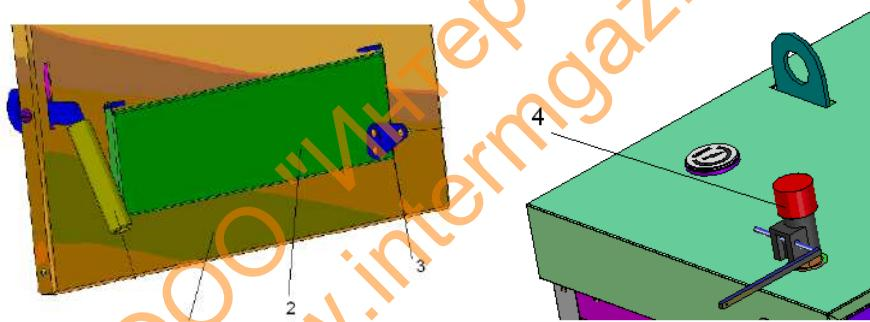

Рис.9 Крепление кронштейна 3 для регулятора тяги 4
5.3.4 Для котлов с комплектом регулятора тяги на крышку 2 (**рис.9**) аверцы шуровочной 1 установить кронштейн 3, закрепив его винтами M4 и гайками M4.
На верхней крышке котла (**рис.1,2**) снять заглушку (3/4") и на это место установить регулятор тяги 4. Соединить его цепь винтом M4x10 и гайкой M4 с кронштейном 3 на крышке 2 шуровочной дверцы 1 (**рис.9**).